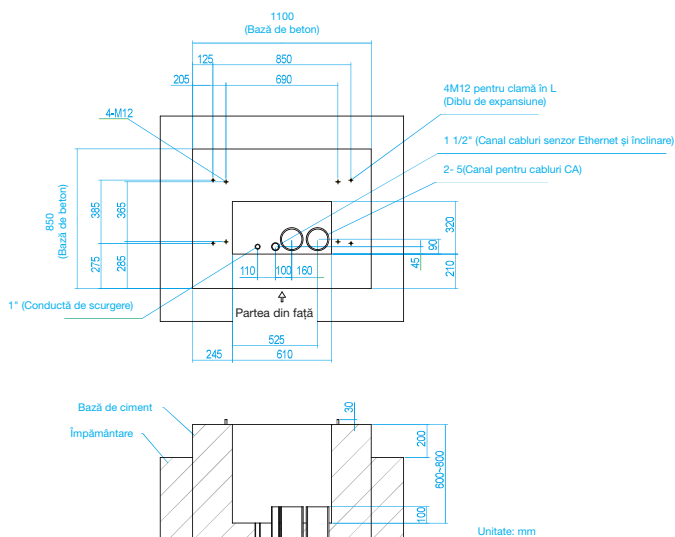
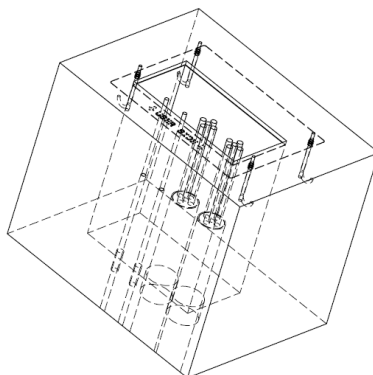

Figura 12. Dimensiuni de instalare
Figura 13
A se vedea Figura 12 și Figura 13.
5) Metoda de atașare 1: Instalați patru tije filetate M12 la o lungime de Ø30 mm (1,18 inci) în Figura 12 și Figura 13. Tijele filetate trebuie instalate în următoarea toleranță a orificiilor pentru șuruburi de pe EVSE:
7) Extindeți cablurile de intrare CA trifazate cu 8 fire din conducta din baza de beton. A se vedea Figura 13.